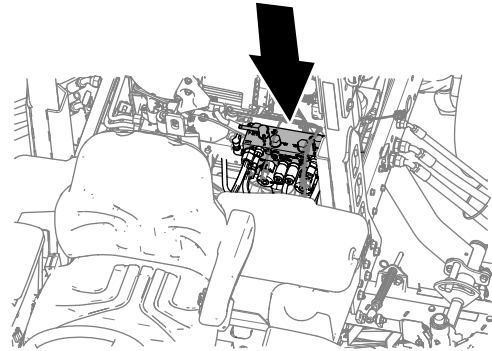

Figura 167
- Gire las palancas de autoafilado delantera, trasera o ambas hasta la posición R (autoafilado) (Figura 167).